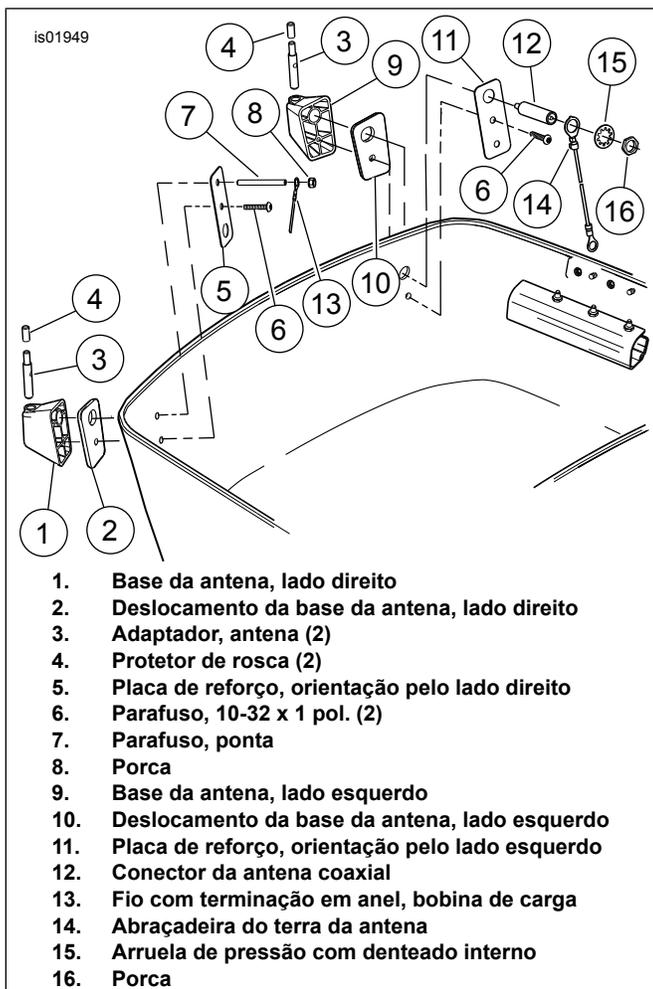

Figura 2. Instalação da base da antena
- Para os passos de 5 a 11, veja a Figura 2.
5. Obtenha a base do lado direito da antena (1), um adaptador de antena (3) e o parafuso da ponta (7). Insira o adaptador na base, como mostrado. Gire o adaptador até que o furo rosqueado do adaptador fique alinhado com o furo na base e, em seguida, rosqueie o prisioneiro no furo rosqueado. Gire com os dedos até que o prisioneiro fique firme.
6. Coloque o deslocamento da base da antena do lado direito (2) sobre o parafuso da ponta e, em seguida, instale a base da antena do lado direito, já montada, na Tour-Pak. Instale a placa de reforço (5), orientada conforme mostrado, sobre o prisioneiro, e depois afixe a base da antena com o parafuso (6). Aperte o parafuso com torque de 1,7 N·m (15 in-lbs).
7. Instale o fio da bobina de carga com terminação em anel (13) sobre o parafuso da ponta (7) e fixe com a porca (8). Aperte a porca com torque de 0,7 N·m (6 in-lbs).
8. Obtenha a base do lado esquerdo da antena (9), um adaptador de antena (3) e o conector da antena coaxial (12). Insira o adaptador na base, como mostrado. Gire o adaptador até que o furo rosqueado do adaptador fique alinhado com o furo na base e, em seguida, rosqueie o conector coaxial no furo rosqueado. Gire com os dedos até que o conector coaxial fique firme.
9. Coloque o deslocamento da base da antena do lado esquerdo (10) sobre o conector coaxial e, em seguida, instale a base da antena do lado esquerdo, já montada, na Tour-Pak. Instale a placa de reforço (11), orientada conforme mostrado, sobre o conector coaxial, e depois afixe a base da antena com o parafuso (6). Aperte o parafuso com torque de 1,7 N·m (15 in-lbs).
10. Instale o anel grande do terra (14) sobre o conector coaxial e fixe com a arruela de pressão com denteado interno (15) e a porca (16). Aperte a porca com torque de 1,1 N·m (10 in-lbs).
11. Instale um protetor de rosca (4) sobre cada um dos dois adaptadores de antena (3). Se estiver reposicionando uma antena na Tour-Pak, deixe o protetor de rosca afastado do adaptador do lado direito.